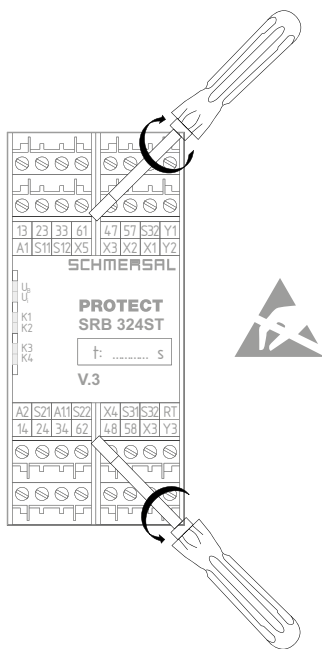

Fig. 2
Apertura de la cubierta frontal (véase fig. 2)
- El pulsador S1 se encuentra debajo de la cubierta frontal del relé de seguridad (véase fig. 2 y 3).